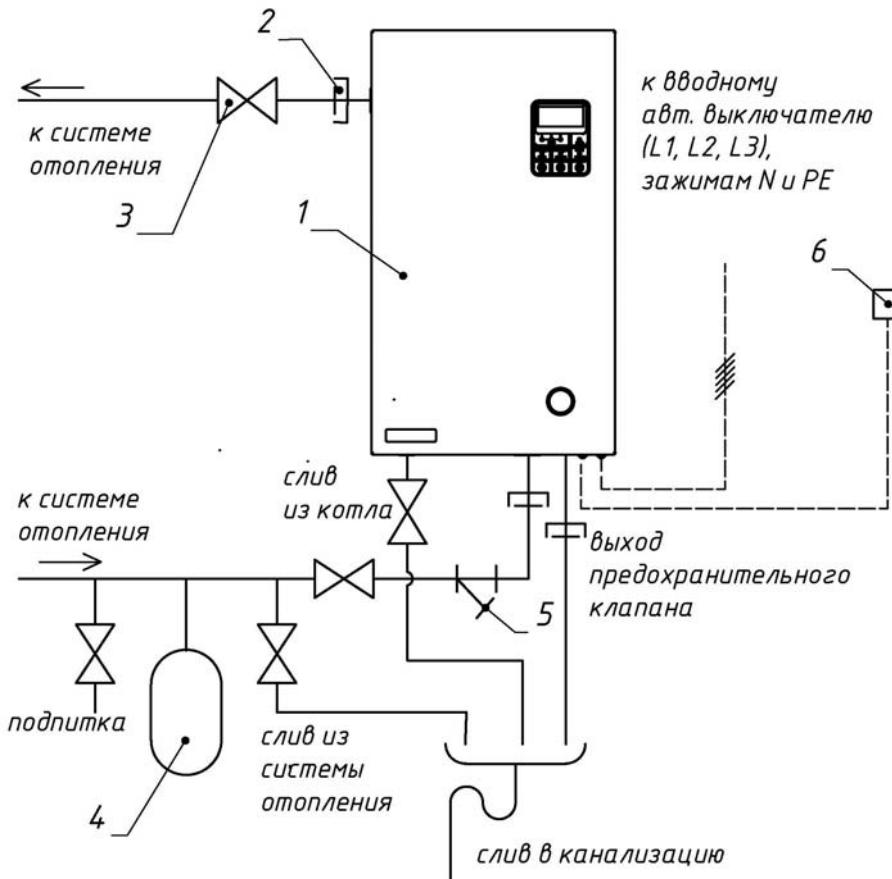
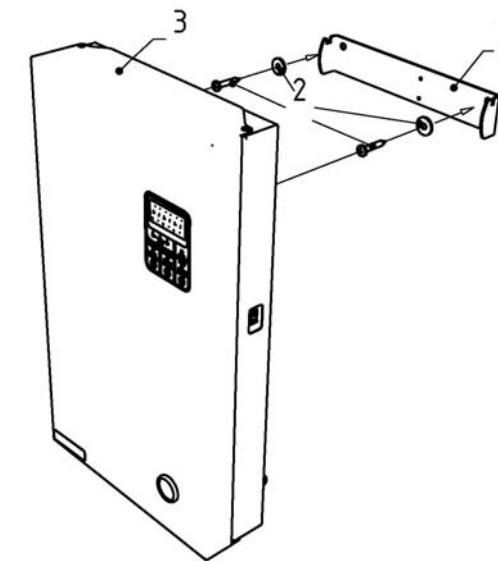

Рис. 6 Упрощенная схема подключения прибора в отопительную систему.
Рис. 7 Монтаж котла на стену
- ✓ Произвести разметку и установить кронштейн (1) (Рис. 7) на поверхности стены в горизонтальном положении. Крепеж (2) подбирается исходя из материала стен.
- ✓ Закрепить прибор (3) на кронштейне (1). Проверить что между прибором и стеной остался зазор обеспечивающий естественную циркуляцию воздуха в приборе.
- ✓ Присоединить прибор к системе отопления через разъемные муфты (Рис. 6). Подключить выход клапана к сливу в канализацию.
- ✓ Для подключения прибора к однофазной сети переменного тока 220В, 50 Гц (модель 7,5 кВт,) на фазных клеммных зажимах должны быть установлены перемычки. (стоят по умолчанию.) Присоедините рабочий нулевой провод на клеммный зажим нейтраль (N), фазный провод на клеммный зажим L1. Провод заземления, подключить на зажим заземления (E).
- ✓ Для подключения прибора к трехфазной сети переменного тока 380В, 50 Гц (модель 7,5 кВт), необходимо убрать перемычки, установленные на клеммных зажимах, (на модели 10-30 кВт, перемычки не устанавливаются) присоедините рабочий нулевой провод на клеммный зажим нейтраль (N), фазные провода на клеммные зажимы L1, L2, L3. Провод заземления, подключить на зажим заземления (E).